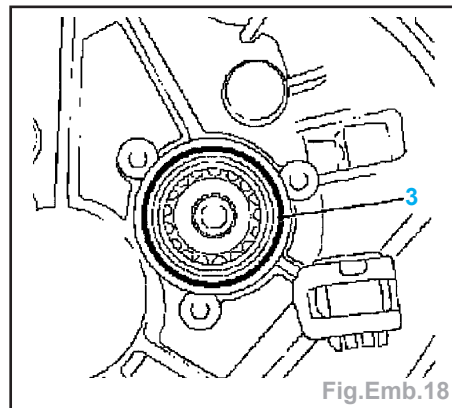

Fig.Emb.18
- Vérifier l'état de la bague d'étanchéité (3) sur le débrayage central (Fig.Emb.18).